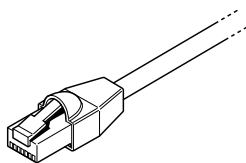

Рис. 2-1 Кабель Xanbus
- Кабели Xantrex – каждое устройство, работающее под управлением сети Xanbus, подключается стандартным сквозным кабелем Ethernet CAT 5e. См. Рис. 2-1 на стр. 2–4. В комплект системной панели управления входит сетевой кабель длиной 2,1 метра. При необходимости в дополнительных кабелях или кабелях другой длины их можно приобрести в компании Xantrex или в любом магазине товаров для компьютеров.